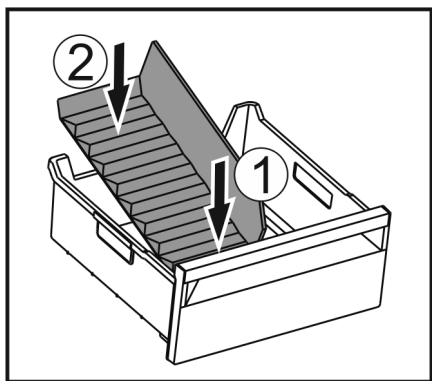

Fig. 147
- ▶ Vložte přední část přepážky přihrádky na led. Fig. 147 (1)
- ▶ Zadní část přepážky přihrádky na led spusťte až na dno zásuvky. Fig. 147 (2)